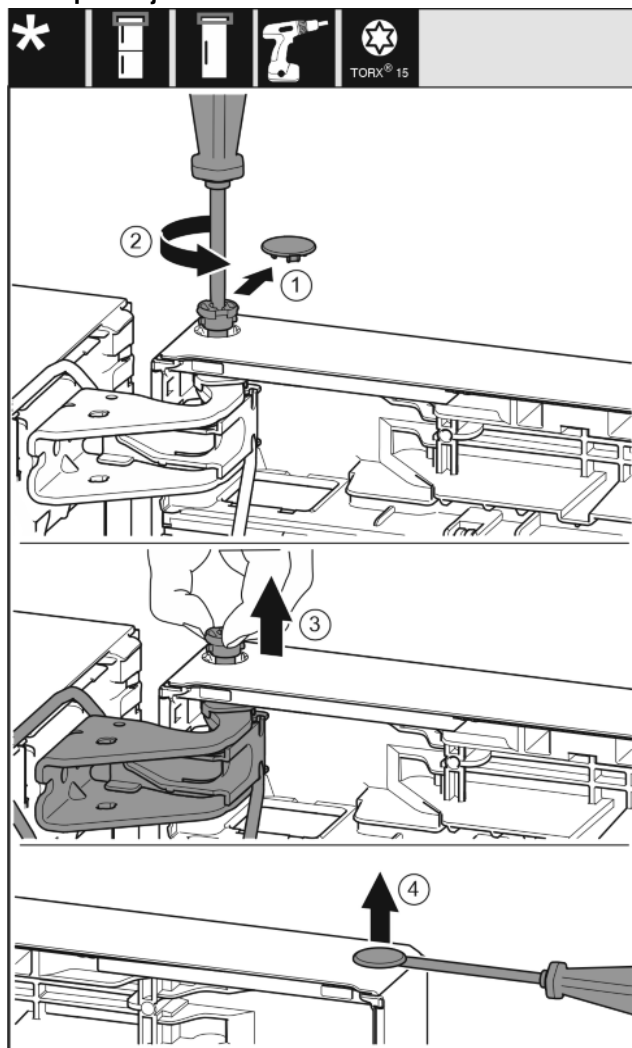

Fig. 18
- ▶ Bezpečnostní kryt opatrně stáhněte. Fig. 18 (1)
- ▶ Šroubovákem T15 o kousek vyšroubujte čep. Fig. 18 (2)
- ▶ Dveře podržte a čep vytáhněte prsty. Fig. 18 (3)
- ▶ Plochým šroubovákem opatrně nadzvedněte zátku z ložiskového pouzdra dveří a vytáhněte ji. Fig. 18 (4)